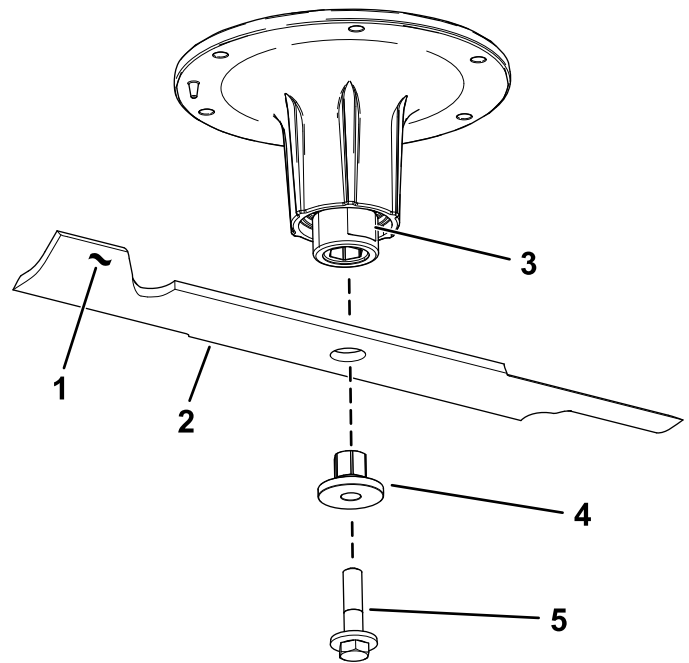

Figura 102
2. Retire el perno de la cuchilla, el casquillo y la cuchilla del eje (Figura 102).